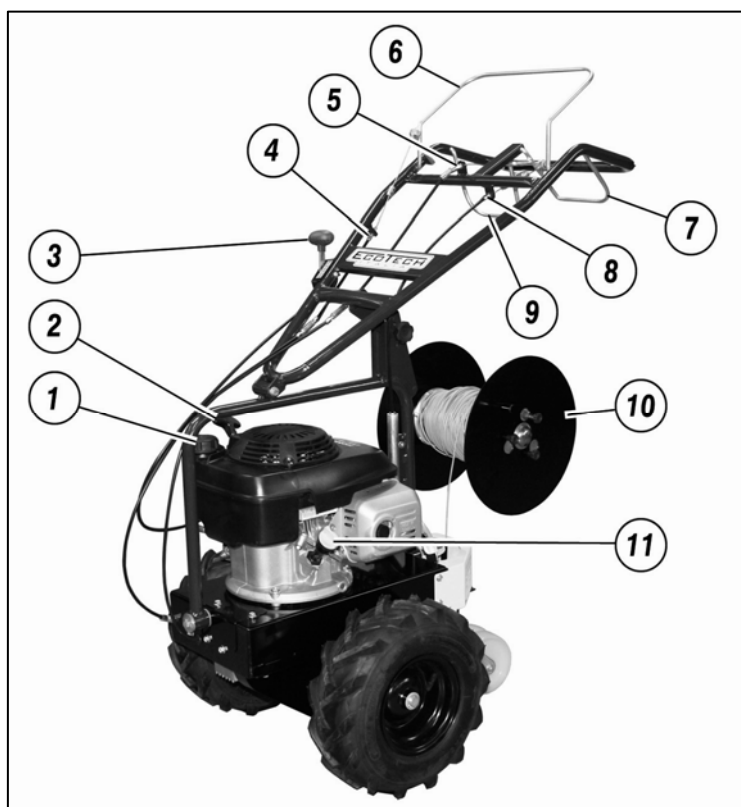

Fig.1
- Contrôler que le niveau de l'huile ne soit pas au minimum : dévisser le bouchon (fig.1 n.11), nettoyer la jauge de niveau avec un chiffon et revisser le bouchon. Dévisser à nouveau et s'assurer que le niveau soit compris entre les deux encoches de minimum et de maximum. Si le niveau est en-dessous du seuil minimum, ajouter de l'huile jusqu'à atteindre le bon niveau. (demander l'huile la mieux adaptée à votre revendeur).
- Contrôler que tous les leviers soient au point mort (fig.1 n.6/n.9).
- Pour démarrer le moteur à froid, amener la manette de l'accélérateur (fig.1 n.3) sur START.
- Saisir la poignée de démarrage du moteur (fig.1 n.2) puis tirer d'un coup sec. Attendre quelques minutes afin que le moteur atteigne la température d'exercice, avant de le faire tourner à plein régime.
Avant de commencer le travail, il faut placer le câble dans son dérouleur, régler la profondeur d'enfouissement, attacher l'extrémité du câble à un piquet, s'assurer que personne ou aucun animal ou aucun objet de valeur ne se trouve dans un rayon d'au moins 15 mètres, puis démarrer le moteur et une fois qu'il est chaud, il est alors possible de commencer le travail. Actionner au maximum le levier d'activation de la rotation de la fraise (fig.1 n.9), tirer au maximum le levier d'avancement (fig.1 n.1), et commencer le travail en restant toujours très prudent. Lire attentivement la description des opérations indiquées ci-dessous. Durant les périodes estivales ou toutefois en présence de terrain sec, il est conseillé d'arroser abondamment l'herbe le jour qui précède le travail.
LA MACHINE A BESOIN D'UN RODAGE ! DURANT LA PREMIÈRE HEURE DE TRAVAIL, LES COURROIES SE RÈGENT. CONTRÔLER QUE LES RESSORTS DE TENSION FONCTIONNENT TOUJOURS DE FAÇON RÉGULIÈRE (fig.1 n.4/n.5).
Pour une meilleure utilisation de la machine, considérant la variété des types de câbles et des types de bobines présents sur le marché, il est conseillé d'enrouler le câble autour du dérouleur (fig.1 n.10) en utilisant la manivelle présente sur le dérouleur. Il est important d'enrouler le câble dans le sens horaire pour garantir un parfait déroulement durant le travail (fig.2). Si l'on veut au contraire utiliser les bobines de câble déjà enroulées, on peut démonter la plaque gauche du dérouleur en dévissant les trois pommeaux (fig.3) et en tournant légèrement la plaque, placer la bobine autour du tube du dérouleur en utilisant éventuellement des adaptateurs, puis remonter la plaque et serrer les trois pommeaux à fond. Une fois que le câble est placé sur le dérouleur, il faut enfiler l'extrémité de celui-ci à l'intérieur du tube de l'ailette (fig.4) jusqu'à le faire ressortir de quelques centimètres de la partie inférieure.